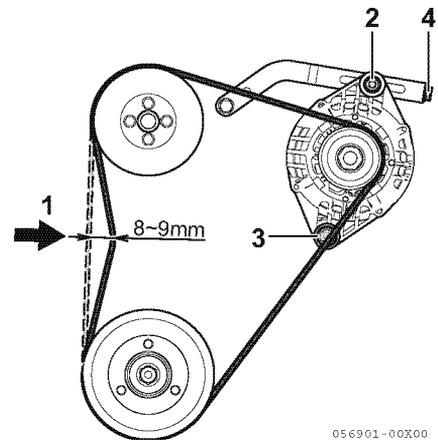

Abbildung 4
- Überprüfen Sie den Riemen, indem Sie die Mitte des Riemens (**Abbildung 4, (1)**) durchdrücken.
- Lösen Sie die 3 Schrauben des Generators (**Abbildung 4, (2) (3) (4)**).
- Drehen Sie die Einstellschraube ein (**Abbildung 4, (4)**) und verstellen Sie den Generator, um die Riemen Spannung passend einzustellen.